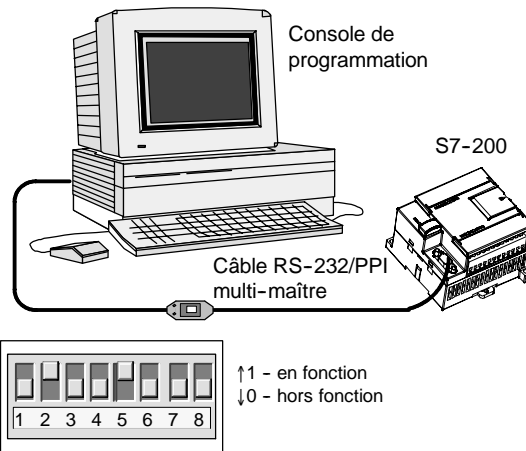

Figure 2-2 Connexion du câble RS-232/PPI multi-maître
La figure 2-2 montre un câble RS-232/PPI multi-maître reliant le S7-200 à la console de programmation. Procédez comme suit pour connecter le câble :
3. Assurez-vous que les commutateurs multiples du câble RS-232/PPI multi-maître sont réglés comme illustré à la figure 2-2.